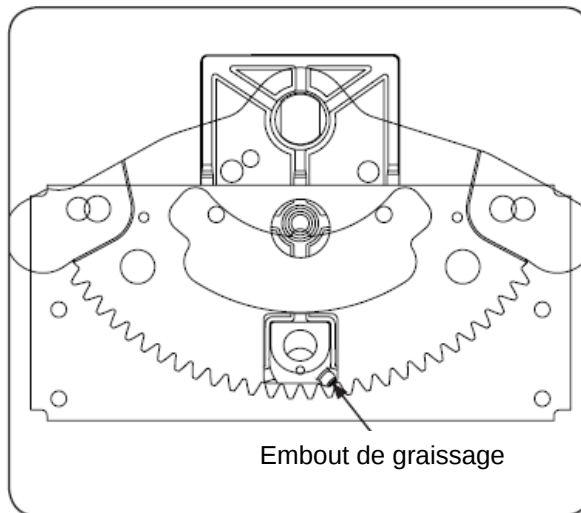

Figure 6-8
1. En travaillant sous le côté gauche du cadre du tracteur, localisez l'embout de graissage près de l'arrière du boîtier de direction. Consultez la Fig. 6-8.